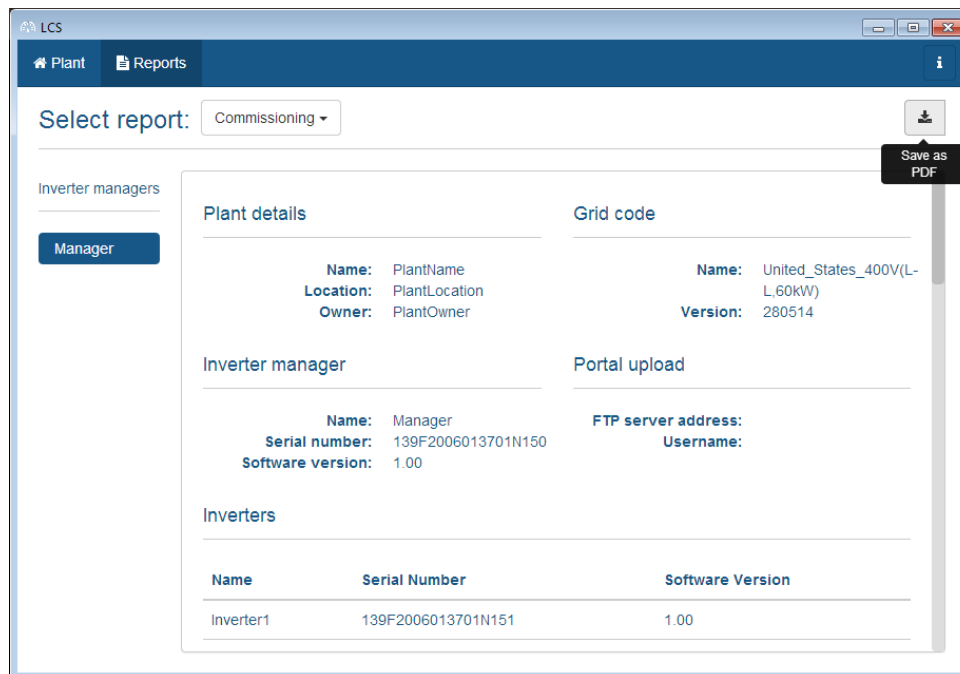

Abbildung 3.10 LCS-Tool - Inbetriebnahmebericht
- Bei Inbetriebnahme ist es möglich, einen Inbetriebnahmebericht im Menü ‚Berichte‘ herunterzuladen. Der Bericht enthält alle Informationen über die Wechselrichtereinstellungen, einschließlich der eingestellten Trennwerte für die einzelnen Wechselrichter. Siehe *Abbildung 3.10*.